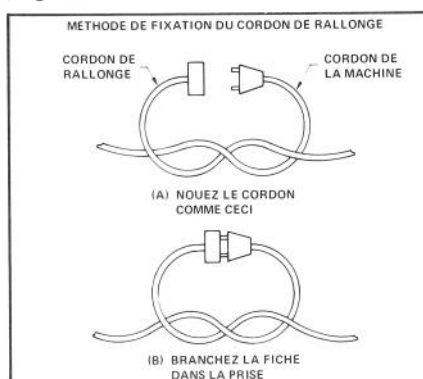
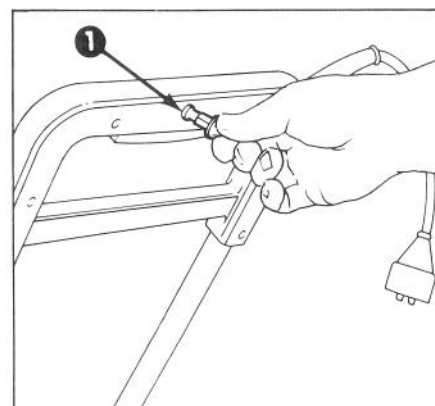

Figure 5
Figure 6
8. Pour empêcher le cordon de la déneigeuse de se débrancher accidentellement du cordon de rallonge au cours du déneigement, faites un noeud dans le cordon: Se reporter à la page 4, Figure 5 pour le procédé à suivre.
Attachez le cordon de rallonge au cordon de la déneigieuse S-120 avant de les brancher ensemble pour les empêcher de séparer au cours du déneigement (Fig. 5). Branchez ensuite le cordon de rallonge dans la prise de courant et insérez la clé dans le trou à l'arrière de la poignée (Fig. 6).